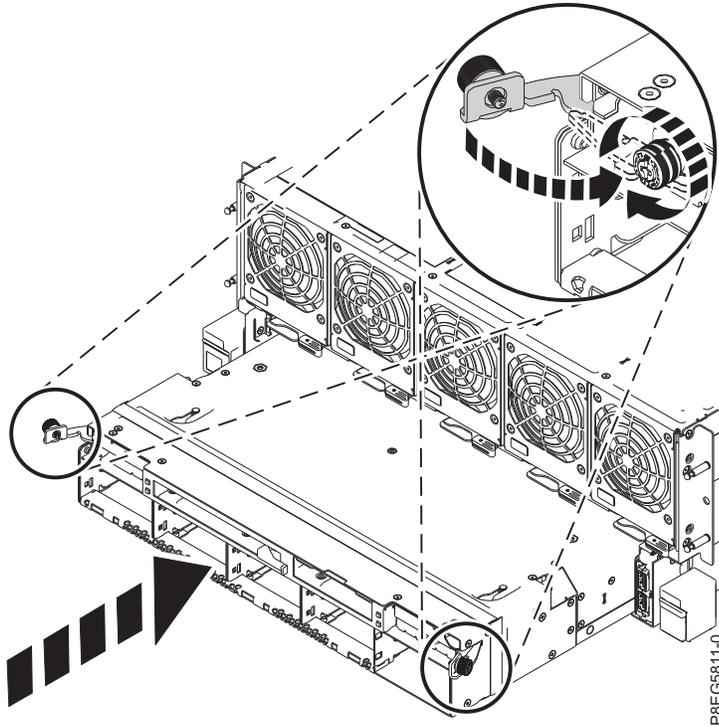

Figura 18. Substituindo o conjunto RAID
6. Deslize o conjunto RAID no sistema. Empurre as travas e aperte os parafusos, conforme mostrado na Figura 18 na página 16.